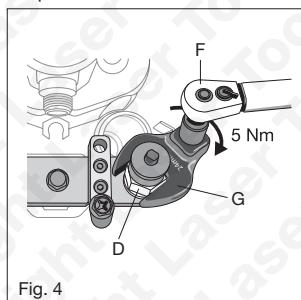

Fig. 4
7. Se reporter à la Figure 4 : Régler la clé dynamométrique **F** sur **5 N.m** en rotation dans le sens antihoraire.